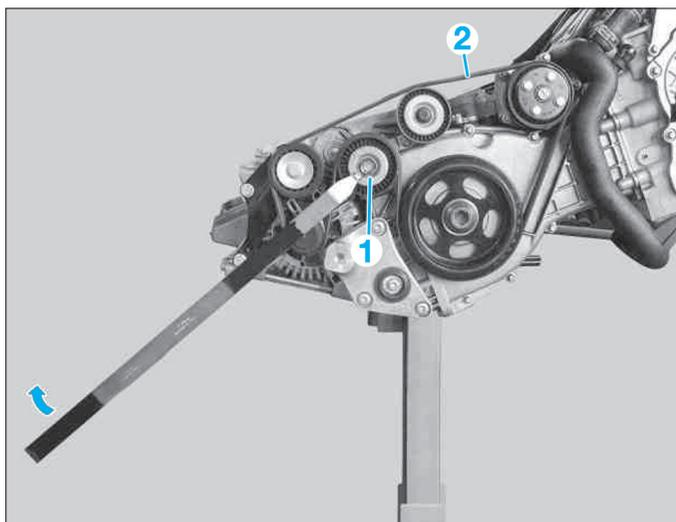

FIG. 16
- À l'aide d'une clé, tourner la vis (1) du tendeur automatique dans le sens horaire (flèche) afin de relâcher la tension de la courroie (2) (Fig.16).
- Déposer la courroie d'accessoires (2).